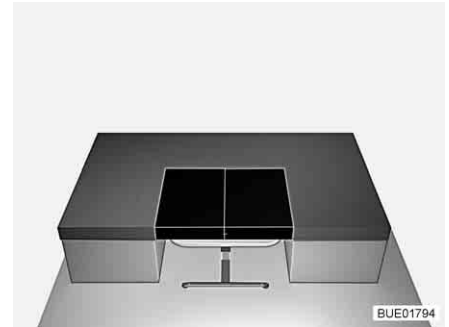

Fig. 98 Después de la transformación
- Desplegar el cojín adicional y colocarlo entre los cojines del asiento (véase Fig. 98).